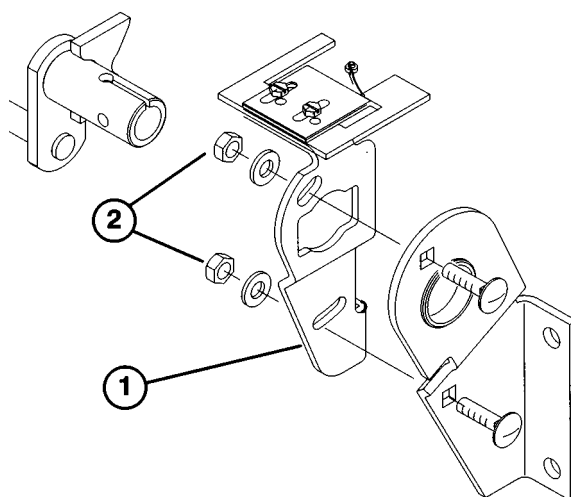

Bild 28
4. Die zwei Sicherungsmuttern lockern, mit denen die Pumpenplatte befestigt ist, so daß sich die Platte frei bewegen kann (Bild 28).
5. Den Motor anlassen, und die Pumpenplatte (Bild 28) in beide Richtungen soweit drehen, bis das Rad sich nicht mehr dreht.
6. Den Motor abstellen, und die Sicherungsmuttern zum Arretieren der Pumpenplatte (Bild 28) festziehen.